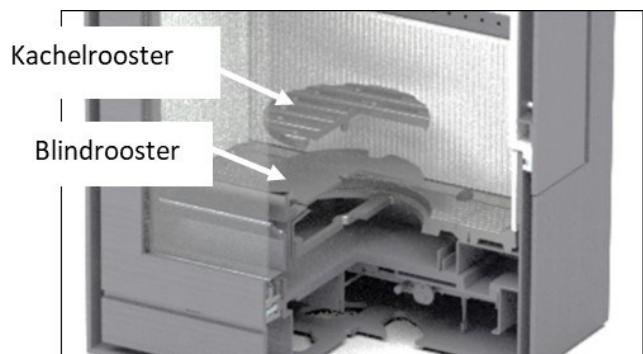

Fig. 14
**Belangrijk:** In geval van een slechte trek en/of een onvoldoende vuurresten, is het sterk aangeraden om een beetje lucht toe te laten langs onder om zo het verwarmingstoestel op zijn normaal functie ritme te laten komen. (soms meer dan een uur). Afhankelijk van het model wordt een blindrooster geleverd dat zich onder het rooster bevindt (afb. 14). Verwijder de blindrooster in geval van slechte trek of gebruik met kool. Afhankelijk van het model wordt het geleverd met een luchtinlaatafsluitplaat (afb. 15) die nodig is om de resultaten te verkrijgen die zijn geaccreditieerd door het officiële laboratorium dat dit product heeft getest. Om de uchtinglaatafsluitplaat te verwijderen, is het noodzakelijk om eerst de binnenbekleding te verwijderen. Verwijder de short-throw-plaat door deze op te tillen en 90 graden te draaien en plaats de binnenstukken terug. Zie paragraaf "INSTALLATIE VAN DE BINNENVOERING".